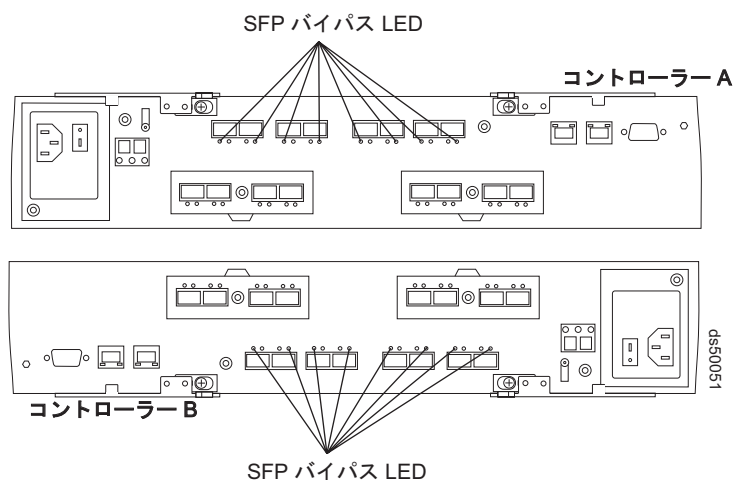

図 137. 要注意 LED と SFP モデル・バイパス LED
3. コントローラー上の SFP バイパス LED および要注意 LED を調べて、障害のある SFP モジュールを突き止めます。障害が検出された場合、LED が点灯しています。図 137 に、コントローラー上のコントローラー SFP バイパス LED および要注意 LED の位置を示します。
248 ページの図 137 に、コントローラーの SFP+ ポート・リンク LED および 要注意 LED の位置を示します。